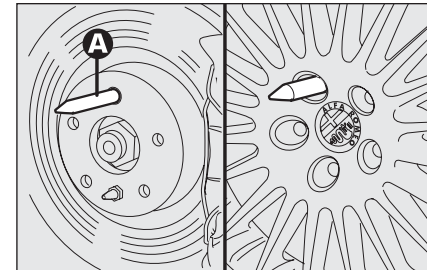

fig. 12
- visser le pion de centrage **A-fig. 12** dans l'un des trous des boulons présents sur l'enjoliveur;
- dévisser le pion de centrage **A-fig. 12** et visser le dernier boulon de fixation;